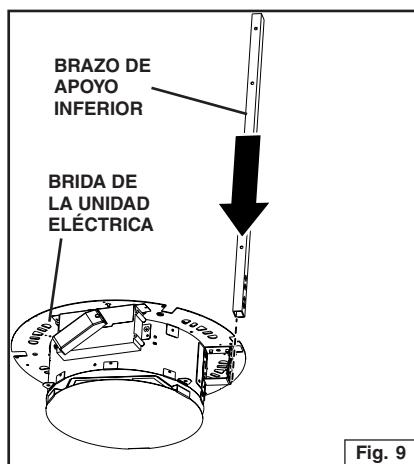

Fig. 9
1. Fije los brazos de apoyo inferior a cada unidad eléctrica. Deslice el brazo de apoyo a través de la ranura en la brida de la unidad eléctrica. Fig. 9.